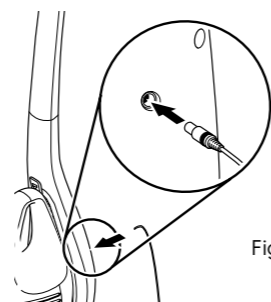

Fig. 3
- Conecte o carregador na entrada de carregamento localizado na parte posterior do produto (fig. 3). Certifique-se sempre de que o aspirador se encontra desligado quando for conectá-lo no carregador.